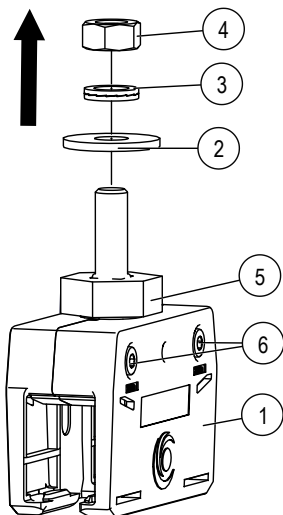

Abb. 10: Obere Verschraubung des Schienenhalters lösen
- Die obere Verschraubung des Schienenhalters (Pos. 1), bestehend aus Unterlegscheibe (Pos. 2), Keilsicherungsscheibe (Pos. 3) und Sechskantmutter M8 (Pos. 4) mit einem Gabelschlüssel SW 13 lösen (siehe Abb. 10).